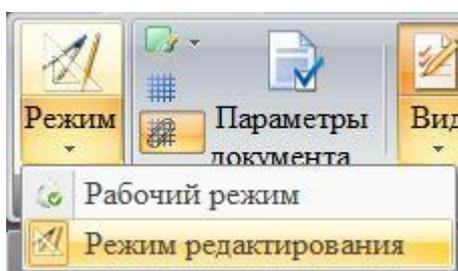

Рисунок 429 – Переход в режим редактирования с помощью меню «Режим»
- перейти в режим редактирования (рисунок 429);